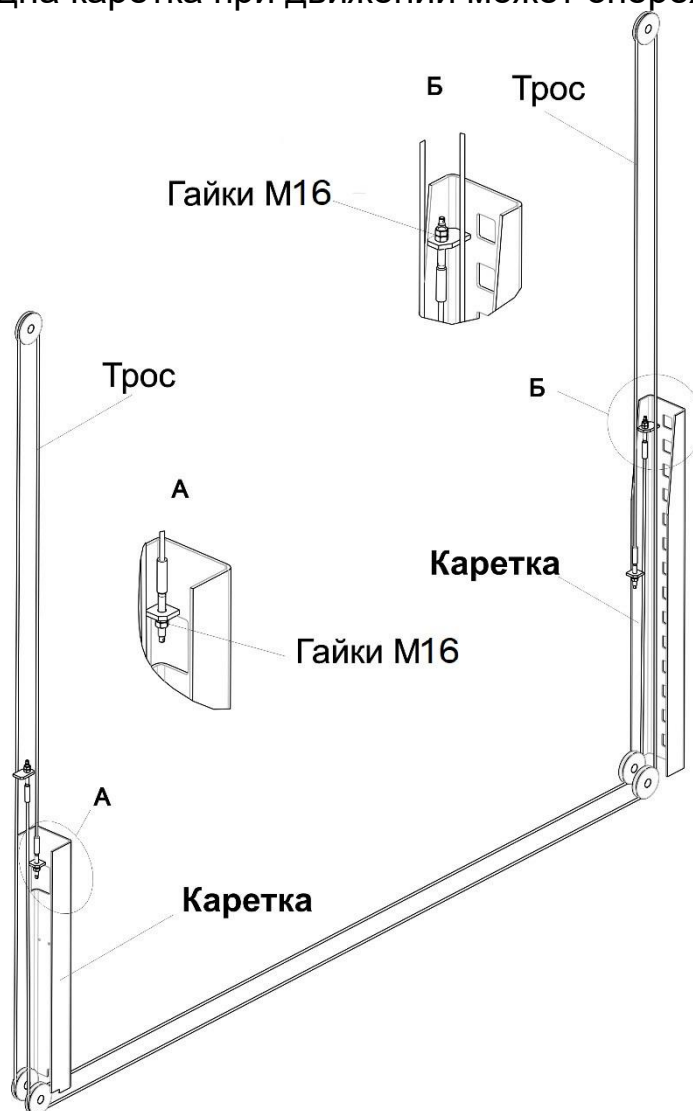

Рисунок 6.4 - Схема запасовки синхронизирующих тросов
6.6 Поднять каретки погрузчиком или другими подъемными средствами и установить их на фиксаторы (на высоте около 460 мм от пола). Установить тросы системы синхронизации кареток (см. Рисунок 6.4). Для облегчения монтажа тросов в каретках использовать тонкую проволоку, продетую через отверстие в наконечнике троса, убедиться, что тросы расположены на блоках. Отрегулировать натяжение тросов, путем закручивания гаек М16, до одинаковой степени натяжения, затем законтрить. При чрезмерном натяжении тросов каретки движутся прерывисто. При недостаточном натяжении тросов одна каретка при движении может опережать другую.